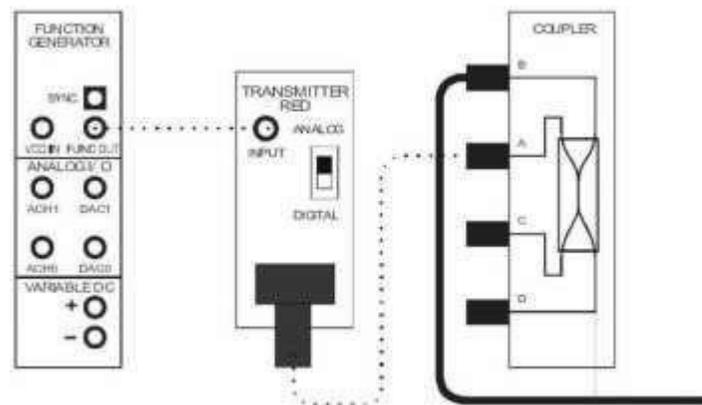

Figura 5.
6. Desconectar los puentes ópticos del puerto D y C y conectar un puente en el puerto B (Figura 5).